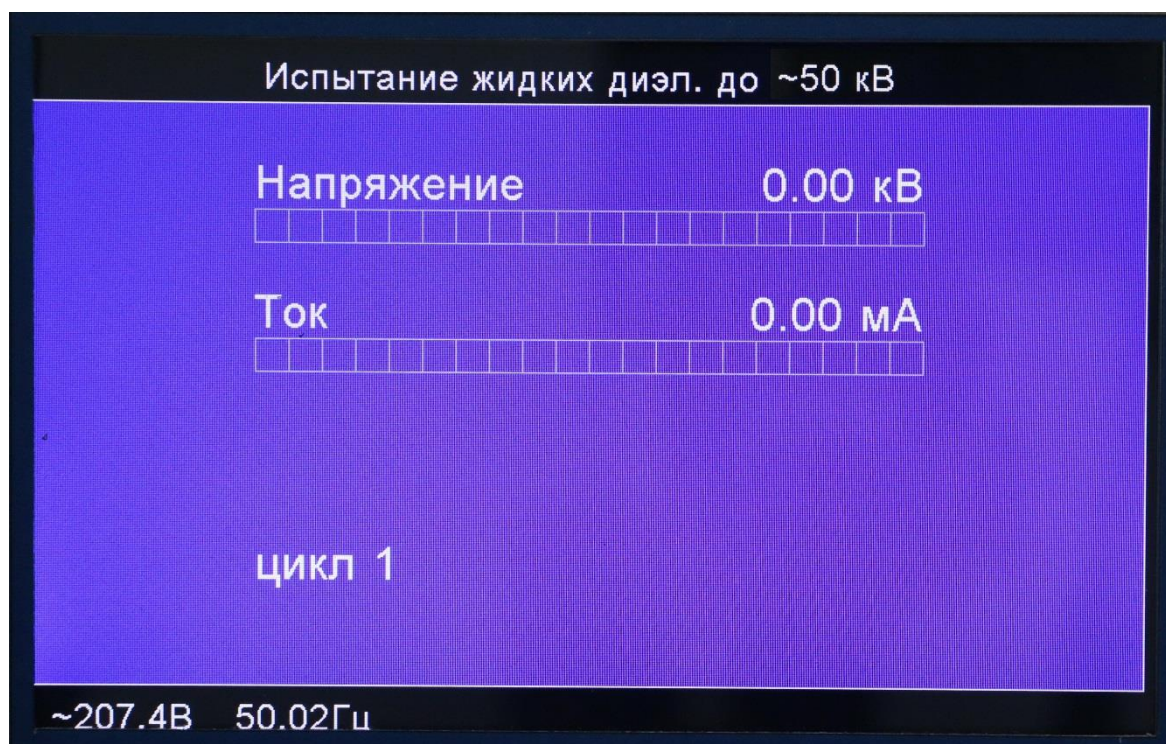

Рис.8.19.
- на экране появится заставка данного режима (рис.8.19, 8.20) с индикацией текущих значений токов и напряжений;